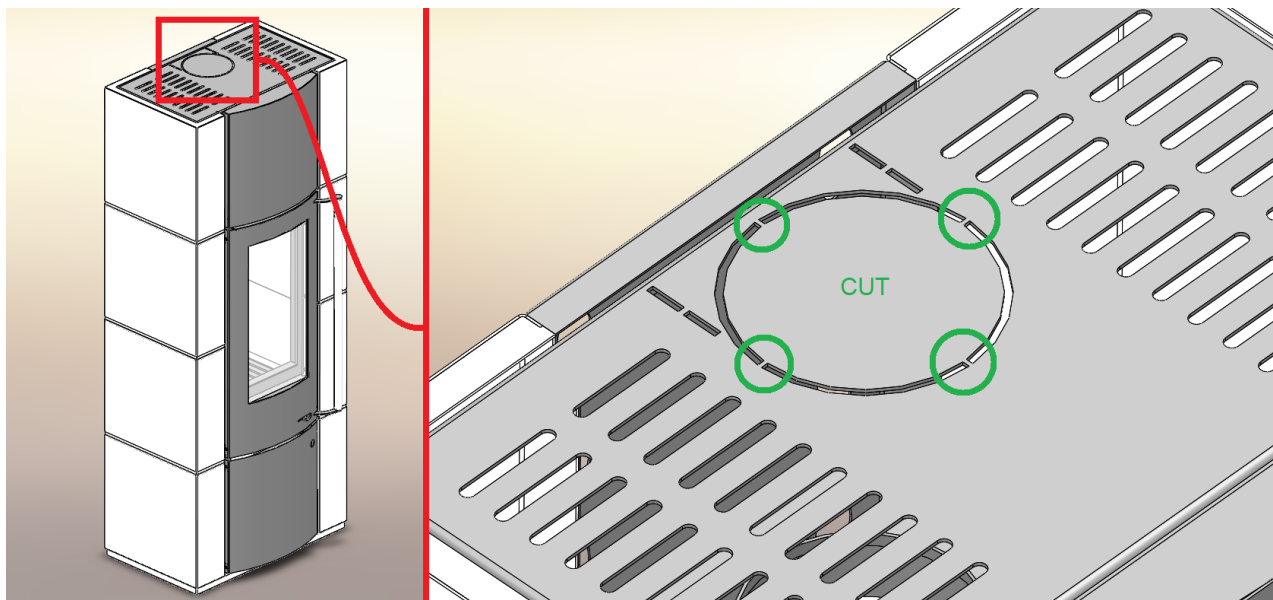

Bild 1 Skärning av mikrospringor
2. Bild 1 Skärning av mikrospringor	Sida 5
Vid installation av enheten måste alla lokala föreskrifter följas, inklusive de som gäller nationella och europeiska standarder. Vi rekommenderar rådgivning med ansvarig sotare. Kaminerna levereras på transportpallar och är förberedda för anslutning till skorstenen uppåt. Innan kaminen ansluts till skorstenen måste kåpan på rökutloppsanslutningen på kaminen tas bort (Bild 1 och 2).